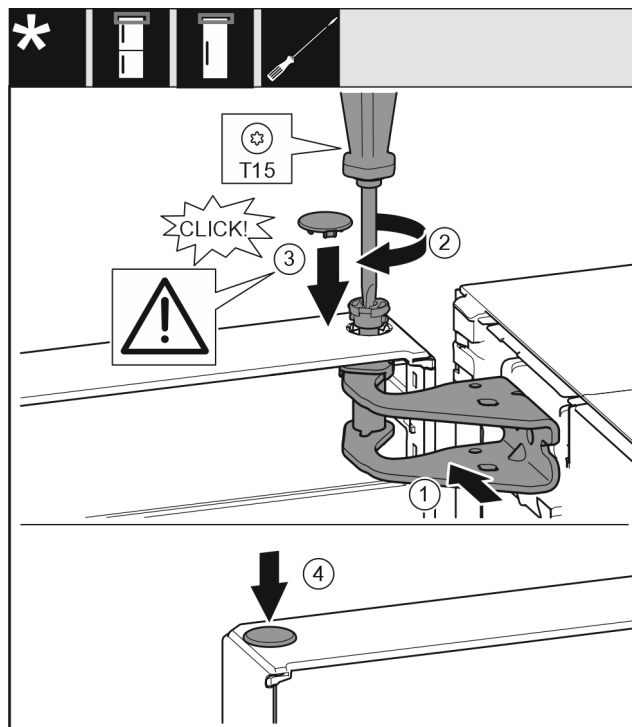

Fig. 23
- ▶ Igazítsa be az ajtót fent a csapágybak Fig. 23 (1) nyílásához.
- ▶ Helyezze be a csapszeget Fig. 23 (2), és húzza meg csavarhúzóval.
- ▶ Helyezze be a fedelet Fig. 23 (3).
- ▶ Ellenőrizze, hogy a fedél Fig. 23 (3) felfekszik-e az ajtóra.
- ▶ Helyezze be a fedelet Fig. 23 (4).